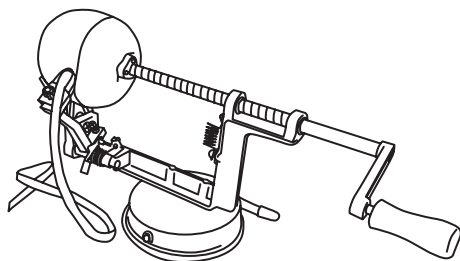

FIGURE 4
6. Tournez la manivelle dans le sens horaire pour commencer à éplucher la pomme (**FIGURE 4**).